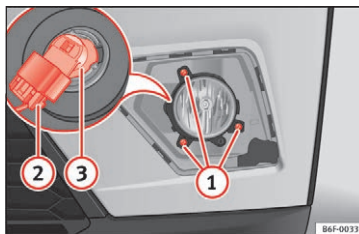

Fig. 114 Tågeforlygte: afmontering af pæreholder
2. Skru de tre skruer »» **Fig. 114** ① ud, og træk tågeforlygten af.
3. Træk stikket af lygten ②.
4. Drej pærefatningen ③ mod venstre, og træk i den.